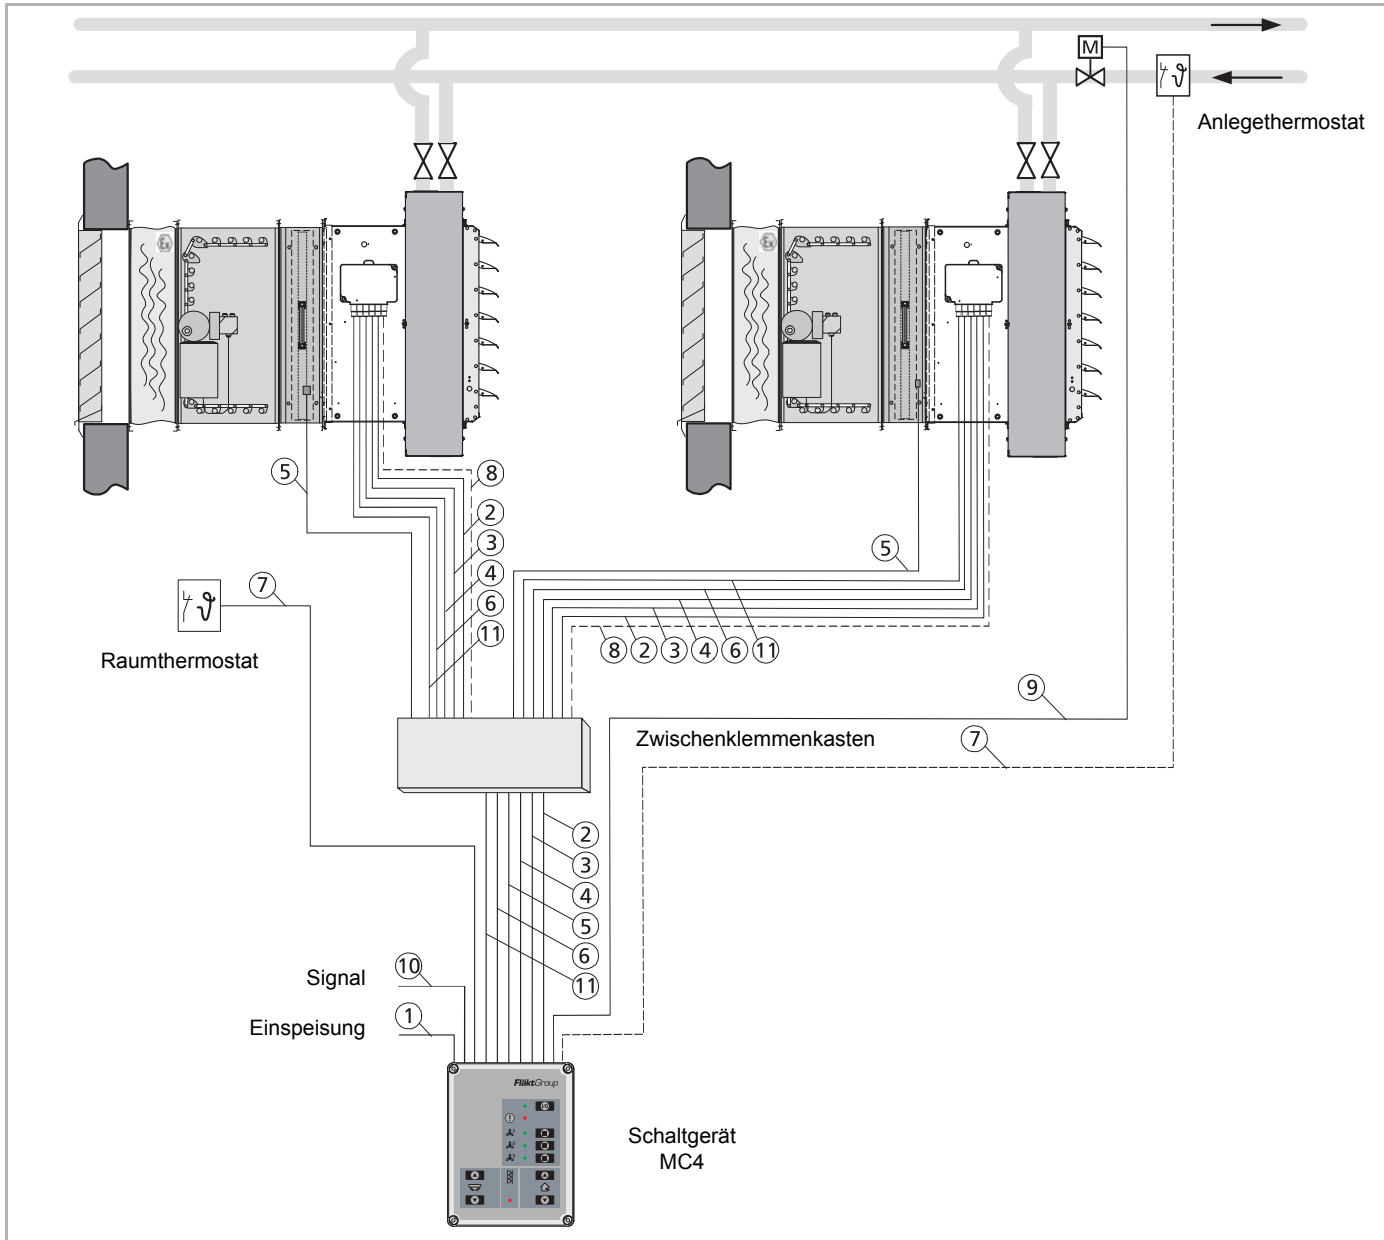
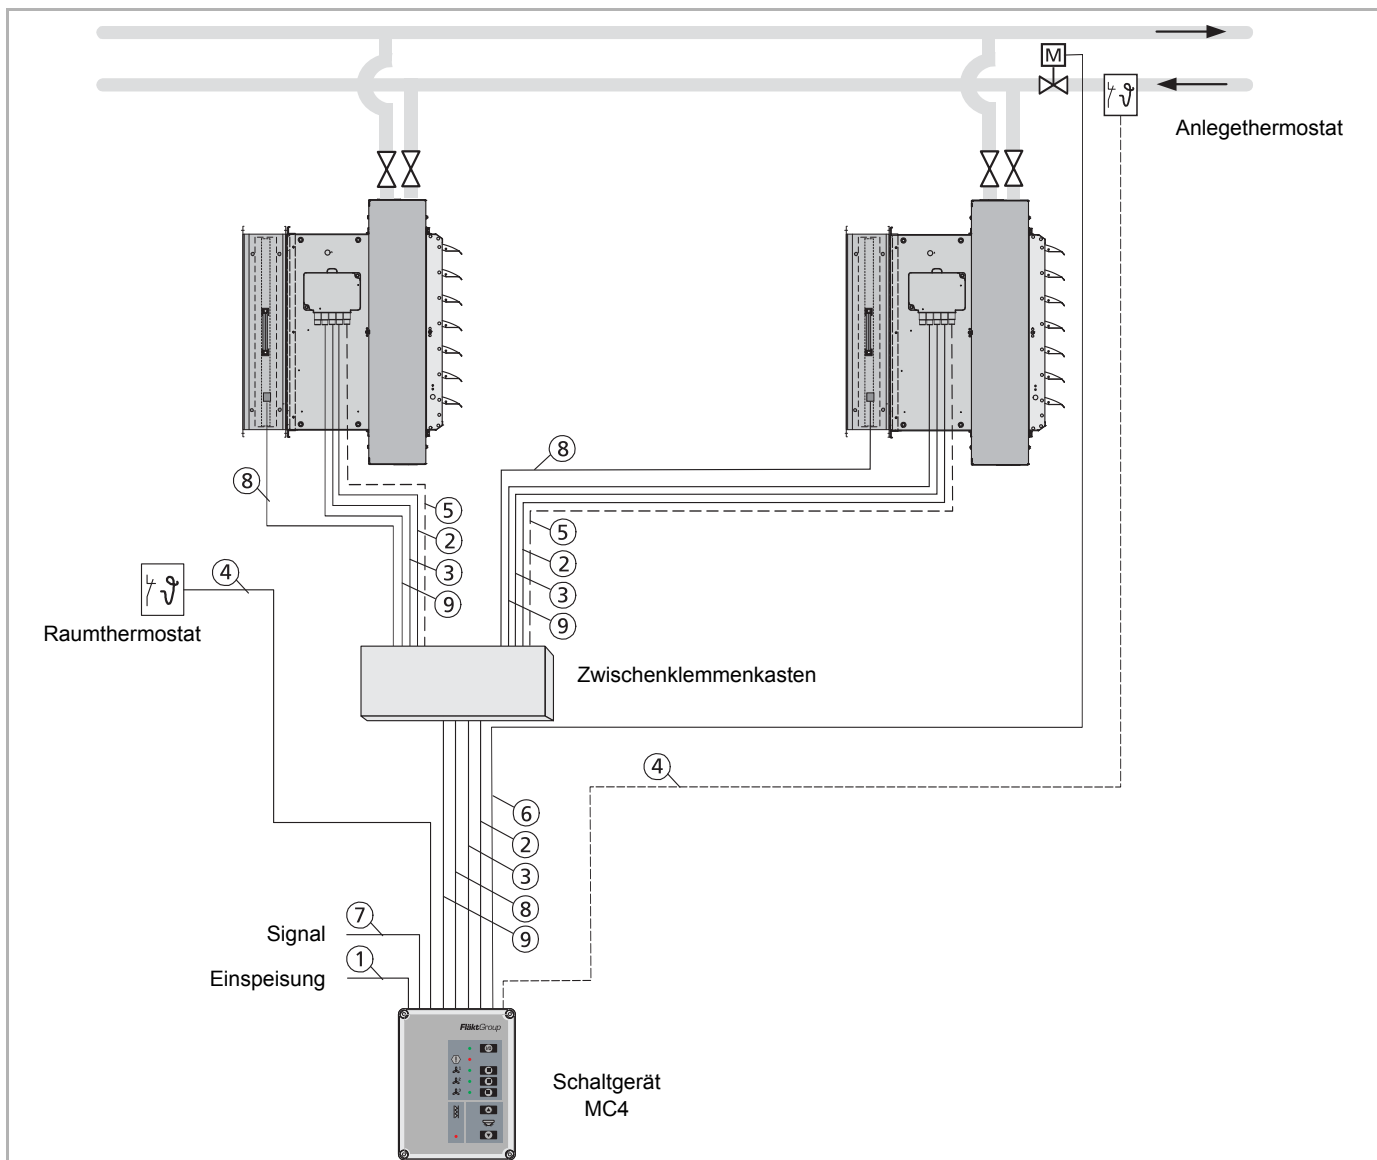

Abb. 6-46: Gerätegruppe bestehend aus Mischluftgeräten MultiMAXX HN mit Schaltgerät MC4
Abb. 6-47: Gerätegruppe bestehend aus Umluftgeräten MultiMAXX HN mit Schaltgerät MC4
- Steuer- und Netzleitungen je nach Geräteausführung und den örtlichen Vorschriften siehe Abb. 6-46 a Abb. 6-47.